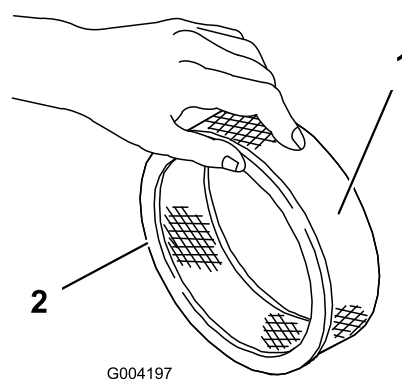

Figura 45
5. Inspeccione el elemento de papel por si estuviera roto, tuviera una película aceitosa o la junta de goma estuviera dañada (Figura 45).
1. Deslice cuidadosamente el prefiltro de gomaespuma sobre el elemento de papel (Figura 45).